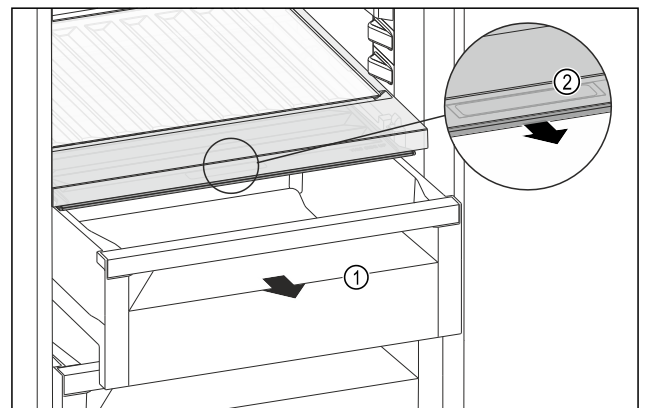

Fig. 205
- ▶ Schubfach Fig. 205 (1) herausziehen.
- ▶ Griffmulde Fig. 205 (2) am Fachdeckel anfassen und Fachdeckel gleichzeitig nach vorne ziehen.